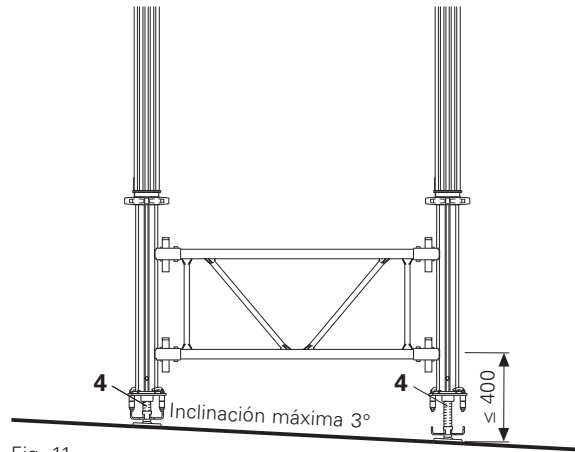

Fig. 11
El pie pivotante MKF (4) con acople rápido de mordaza bascula 3° en todas direcciones. Por ello, los puntales MULTIPROP se pueden colocar sobre superficies inclinadas. (Fig. 11)